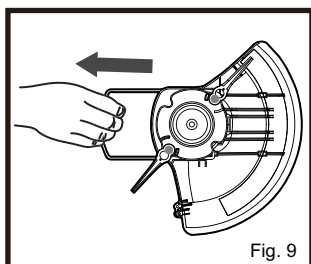

Fig. 9
Tire de la guarda de la flor del cabezal de corte (Fig. 9). Si el flor de guardia ya no es necesario, puede ser empujado de nuevo (la posición de estacionamiento).
1. Sostenga la herramienta como se muestra. (Fig. 9)